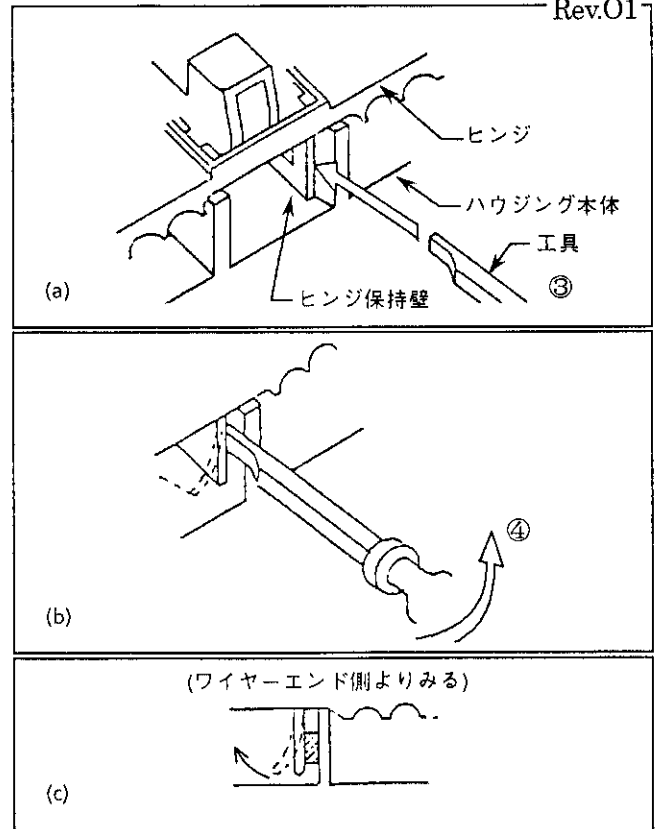

Fig. 4 (a), (b) and (c)
(Fig. 4 (a) 参照)
- (2) 突起が壁から外れるように、壁をたわませながら工具を④の方向へこじりヒンジ保持を解除する。(Fig. 4 (b), (c) 参照)